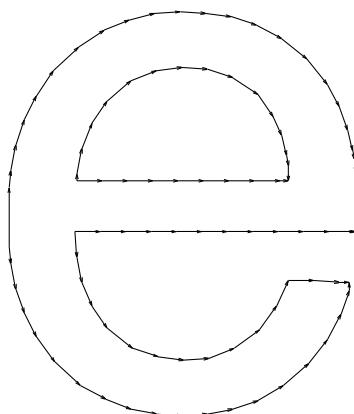

图 9: Linotron 202 的折线字体
这台照排机一开始运行起来非常不稳定，Bell Labs 的人对其实施逆向工程，替换了原有的控制软件，大大提高了可靠性。还破译了其矢量字体格式（如图 9 所示，是一种折线字体，而不是现在常见的曲线字体），实现自定义字体（国际象棋的棋子）。后来他们把这一过程写成了一份内部备忘录。^②